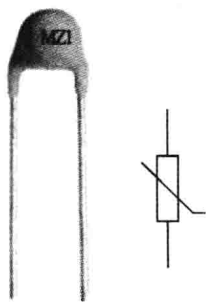

图 1-9 热敏电阻的外形和电路符号
②热敏电阻:是一个特殊的半导体器件,它的电阻值随着其表面温度高低的变化而变化。它原本是为了使电子设备在不同的环境温度下正常工作而使用的,叫做温度补偿。新型的电脑主板都有 CPU 测温、超温报警功能,就是利用了热敏电阻。热敏电阻的外形和电路符号如图 1-9 所示。